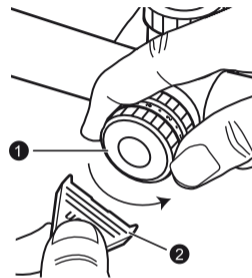

Рис. 3-1
- 1 Крепко удерживая диск интенсивности реостата, поверните крышку батарейного отсека 1 против часовой стрелки с помощью открывающего устройства для крышки батарейного отсека 2 (Рис. 3-1).